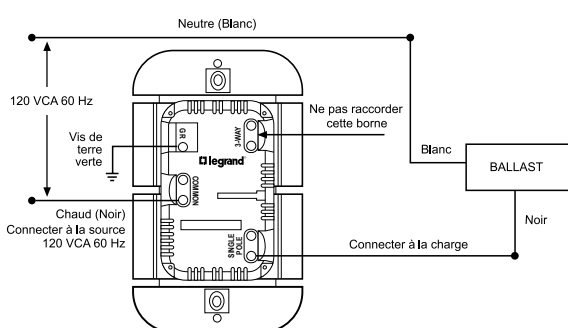

Figure 1 – Installation unipolaire
5. Connecter le gradateur comme illustré sur le schéma de câblage en utilisant des conducteurs en cuivre massifs ou torsadés de calibre 12 ou 14 AWG. Dénuder les fils en utilisant le gabarit reproduit au dos de l'unité (Figure 1 ou Figure 2). Les vis des bornes doivent être serrées à un couple de 14 à 16 in-Lb.